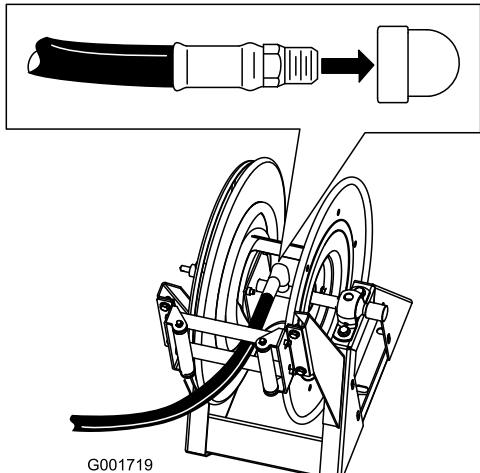

Figure 17
1. Enroulez du ruban Teflon® autour du filetage du raccord du long flexible et insérez le raccord dans le tube de raccordement sur le dévidoir (Figure 17).